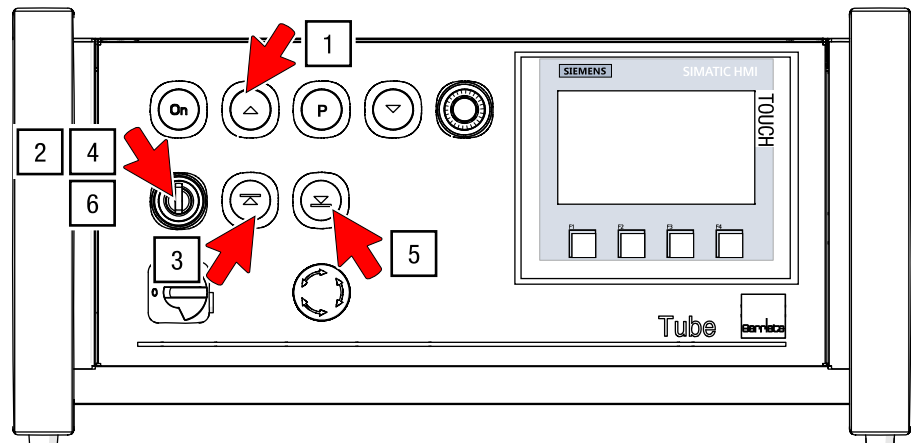

Abb. 41: Not-Endschalter anfahren – Steuerung G-FRAME
1. Halten Sie die Taste „Auf“ gedrückt, bis die Rollbildwand den Betriebsend erreicht hat (siehe Abb. 41).
2. Drehen Sie den Schlüsselschalter nach rechts für den Befehl „Anfahren“ (siehe Abb. 41).
3. Drücken Sie die Taste „Not-End Auf“ und fahren Sie den Not-Endschalter an (siehe Abb. 41).
4. Drehen Sie den Schlüsselschalter nach links für den Befehl „Freifahren“ (siehe Abb. 41).
5. Drücken Sie die Taste „Not-End unten“, um aus dem Not-Endschalter herauszufahren (siehe Abb. 41).
6. Stellen Sie den Schlüsselschalter in die Mittelstellung zurück und fahren Sie im Normalbetrieb in die gewünschte Position (siehe Abb. 41).